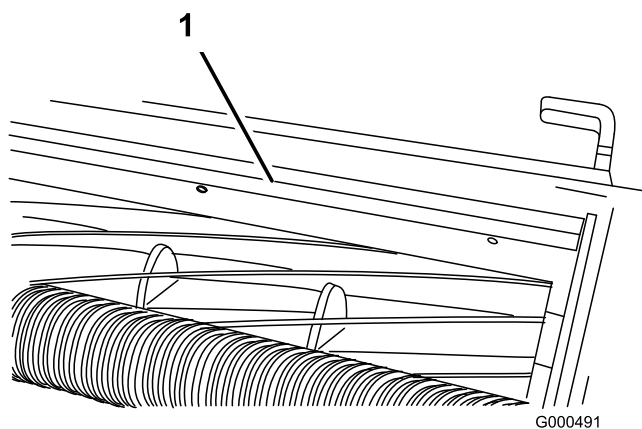

Figura 55
1. Allentate le viti che fissano la barra superiore (Figura 55) all'apparato di taglio.